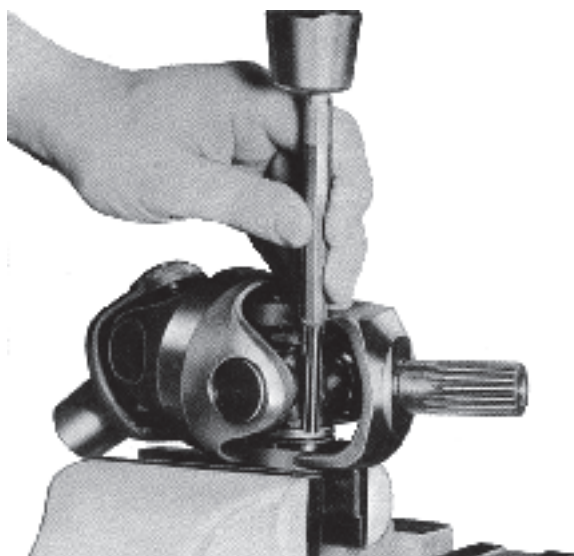

Fig. 9.
1. Tag bort låsringarna (72), som håller nållagren i gafflarna.
2. Driv med hammare och dorn ut nållagren. Se fig. 9. Tag ut axelkorset.